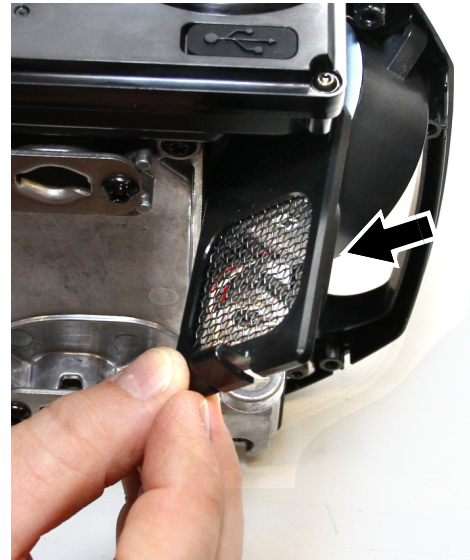

Figure 12: Démontage du filtre
6. Voir Figure 12. Le filtre résille (voir ci-contre) est simplement glissé en place contre la turbine. Nettoyez le filtre avec une brosse souple et un aspirateur ou de l'air comprimé sans abîmer la résille. Si la résille est grasse, vous pouvez la laver avec un lave vaisselle domestique avec un cycle court à 50° C (122° F) maximum. Séchez-la complètement avant de la remonter. Le filtre métallique est conçu pour être réutilisé mais vous devez le remplacer s'il n'est pas parfaitement propre et en bon état après le nettoyage.